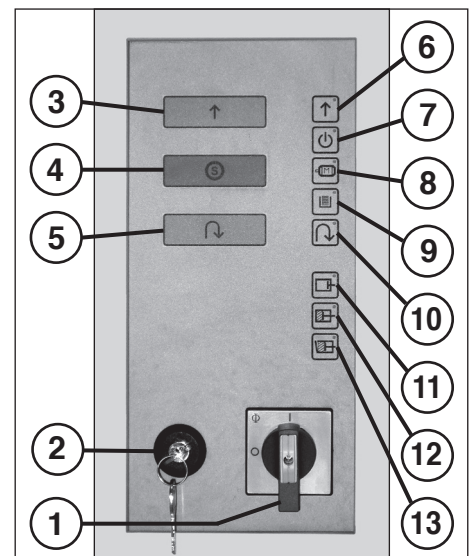

Fig. 6
2. Sbloccare l'interruttore di bloccaggio (2) e azionare il pulsante „Funzionamento in avanti della taglierina“ (3) (fig. 6).
IMPIEGO DEL DISTRUTTORE DI DOCUMENTI (fig. 6):
ELEMENTI DI COMANDO (fig. 6, 7 e 8):
(arresto d'emergenza (fig. 6))
2 = Interruttore di bloccaggio (fig. 6)
3 = Pulsante „Funzionamento in avanti taglierina“ (fig. 6)
„Arresto della taglierina“ (fig. 6)
5 = Pulsante „Funzionamento indietro della taglierina“ (fig. 6)
6 = Indicatore di controllo „Funzionamento in avanti della taglierina“ (fig. 6)
„Pronto a funzionare“ (fig. 6)
„Guasto al motore“ (fig. 6)
10 = Indicatore di controllo „Funzionamento indietro della taglierina“ (fig. 6)
„Punzone dietro“ (fig. 6)
„Balle finite“ (fig. 6)
a) „Porta aperta“ (fig. 6)
b) „Inceppamento all'uscita“ (fig. 6)